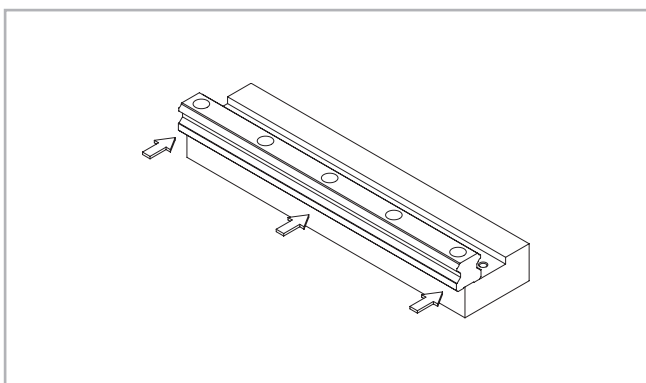
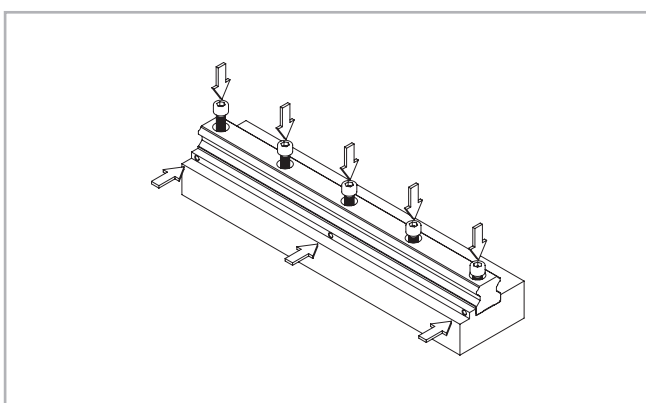

Fig. 54
Fig. 55
(2) Coloque con cuidado la guía en la superficie de montaje (ver fig. 54) y apriete ligeramente los tornillos de anclaje para que la guía toque ligeramente la superficie de montaje (alineé la guía a lo largo del borde del hombro de la superficie de montaje, ver fig. 55).